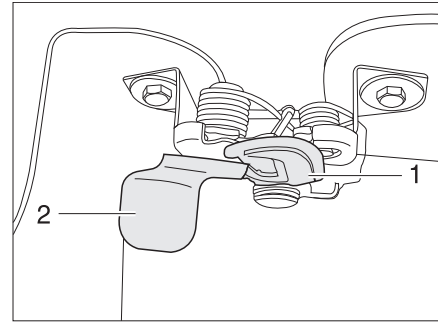

Bild 30 Entriegelungshebel Motorhaube außen
- Mit einer Hand unter die Motorhaube greifen und den Sicherungshaken (Bild 30,1) betätigen. Dazu hinter die Platte (Bild 30,2) greifen und die Platte nach vorn ziehen.